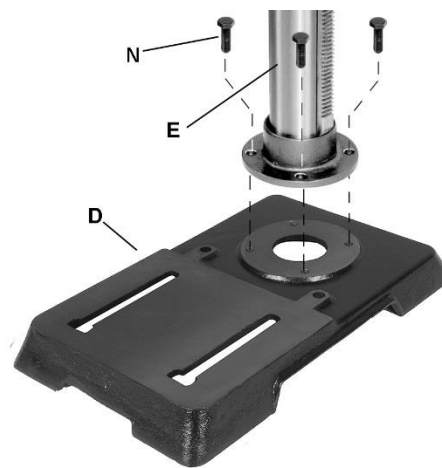

Рис. 5
См. Рис. 5:
2. Поверните *бабку* так, чтобы боковые стороны *крышки ременной передачи* (A₁) располагались параллельно боковым сторонам *основания* (D, Рис. 5).